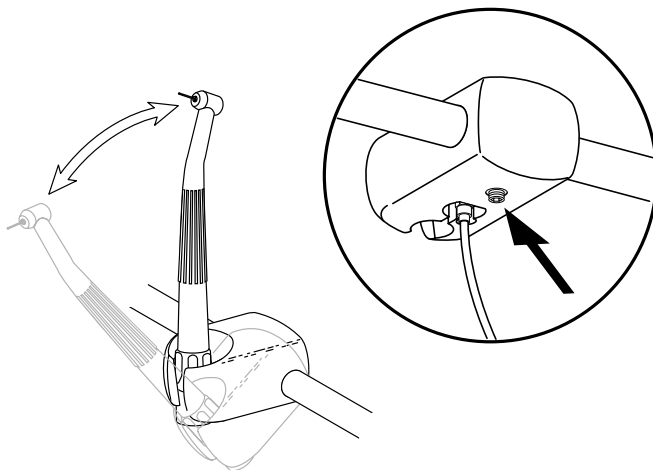

Figura 10. Supporto separato per manipoli
- Allentare oppure serrare la vite di regolazione dell'effetto frenante illustrata nella Figura 10.